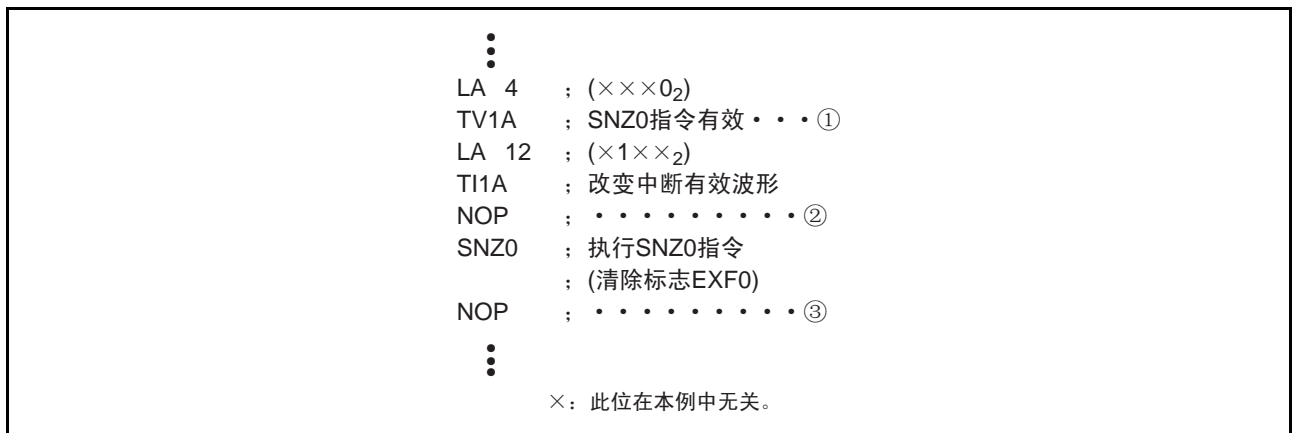

图 31 外部 0 中断程序例子 3
- 在改变寄存器I1的bit2的内容时，根据D₅/INT引脚的输入状态，外部0中断请求标志（EXF0）有可能被置“1”。为了防止产生预料外的中断，必须在将中断控制寄存器V1的bit0清“0”（图31①）后，改变寄存器I1的bit2的内容。而且，必须在间隔一条以上的指令后（图31②）执行SNZ0指令，将标志EXF0清“0”。另外，考虑到由SNZ0指令引起发生跳越的情况，必须在SNZ0指令之后插入NOP指令（图31③）。